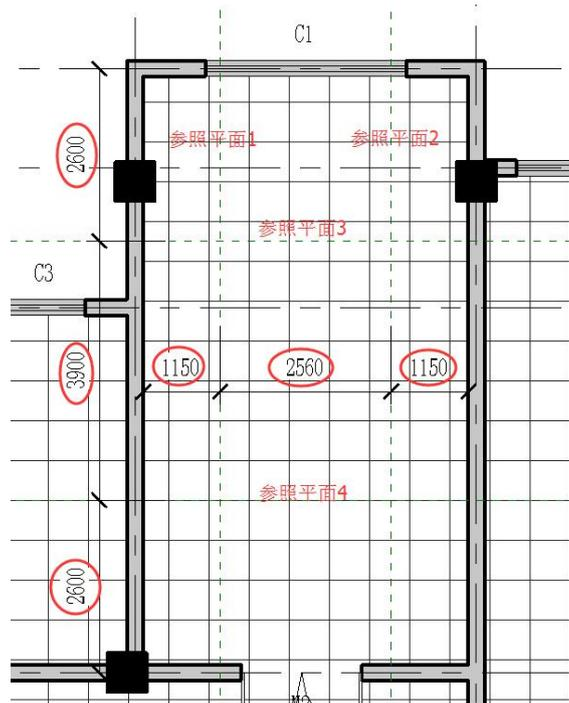

图 8-2 四个参照平面的位置
- 确定楼梯梯跑的起点和终点：点击“建筑”选项卡“工作平面”面板中的“参照平面”工具，在楼梯间绘制四个参照平面，选择参照平面，按照图 8-2 更改其临时尺寸。
【说明】1.图 8-2 中的参照平面 2、参照平面 4 的交点是第一跑楼梯的起始点，参照平面 1、参照平面 3 的交点是第二跑楼梯的起始点。2.参照平面的快捷命令为“RP”。